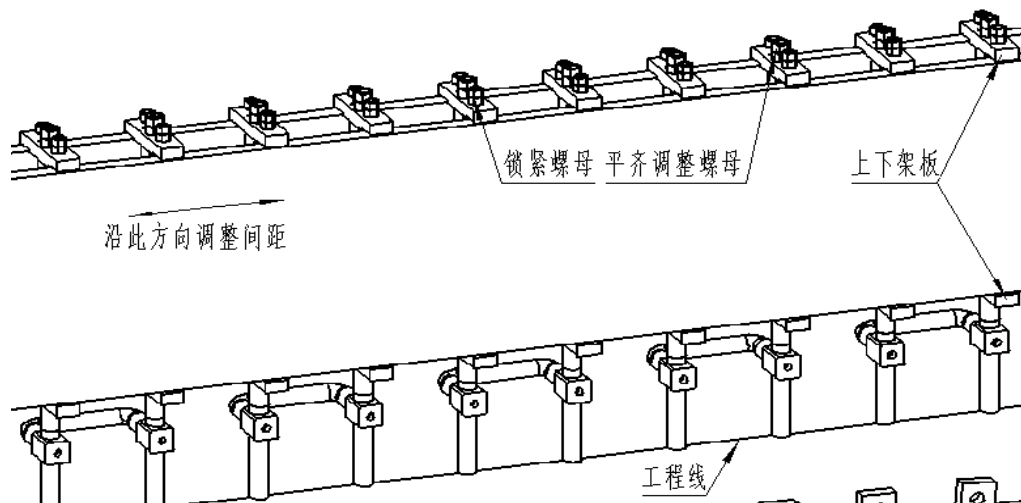

图 3-5 上电极装配间距调整示意图
如图 3-5 所示，根据焊接网片的间距和已经调整好的下电极位置，松开锁紧螺母，将上电极装配调整到适当位置后拧紧锁紧螺母。
2. 如图 3-5 所示，调整上电极装配上的平齐螺母调节弹簧的预压缩量。